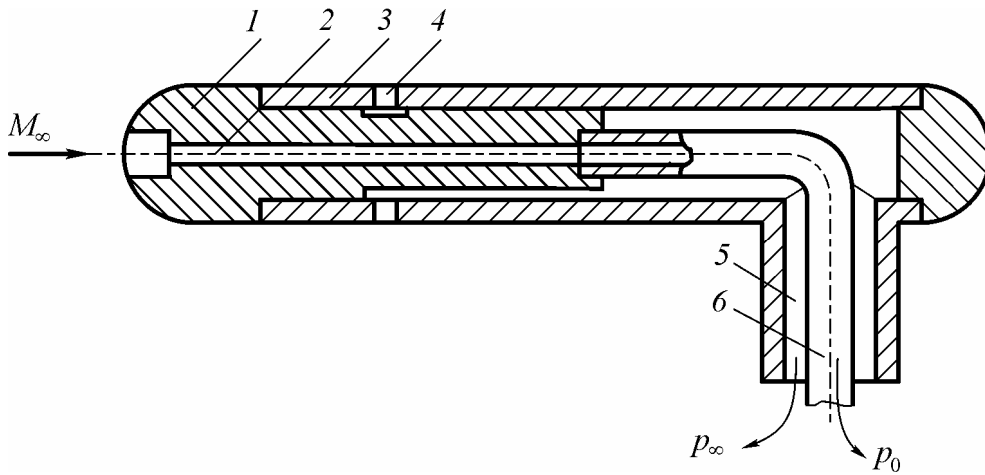

Рис. 3.
*Приемник воздушного давления* (ПВД) воспринимает давление газового потока и передает его на чувствительные элементы измерительных устройств. В данной лабораторной работе будет использоваться комбинированный насадок для определения полного и статического давления, называемый трубкой Пито-Прандтля (рис. 3).
На рис. 3 приведена схема комбинированного насадка, который называется приемник полного давления (ПВД) или трубка Пито-Прандтля. По своей конструкции он представляет собой две концентрические трубки, вставленные одна в другую. Отверстие 2 служит для приема полного давления  $p_0$ , отверстие 4 – для приема статического давления  $p_\infty$ . Точность определения статического давления зависит кроме всего прочего от угла атаки ПВД (это угол между направлением вектора скорости набегающего потока и осью симметрии ПВД).